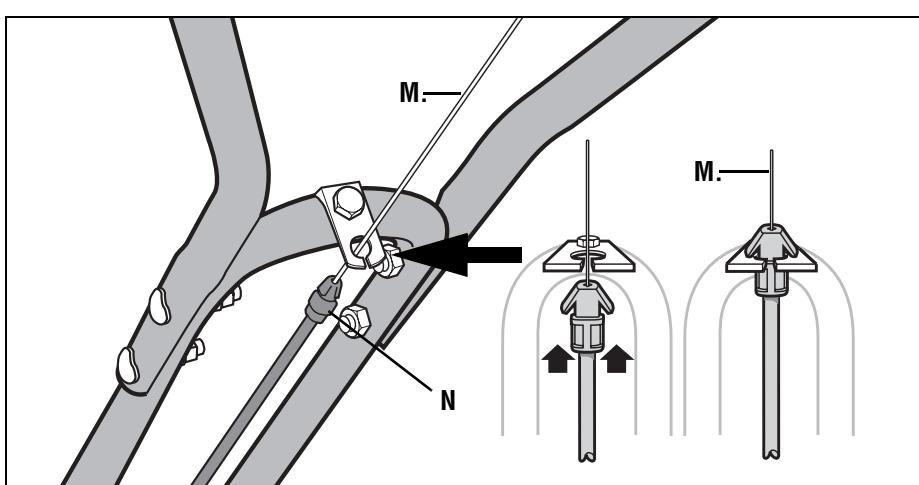

Fig. 2-4: Instalación de la ménsula del cable del embrague de marcha directa y del cable.
- Desenrolle cuidadosamente el cable del embrague de marcha directa (cable sin perilla adosada) de la posición de embarque y deslice el alambre delgado del cable (M, Fig. 2-4) dentro de la ranura de la ménsula del cable. Empuje el conector del cable (N, Fig. 2-4) hacia arriba a través del orificio de la ménsula hasta que la ranura del conector quede en su lugar.